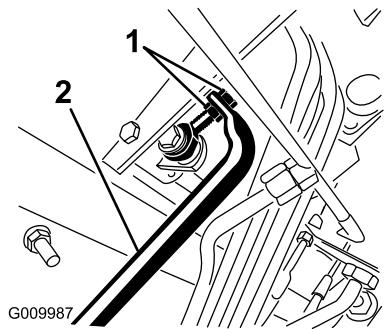

Figure 72
5. Ajustez les écrous de blocage à l'extrémité de la tige de la pompe pour avancer le tube de commande et éliminer le déplacement en marche avant, ou pour reculer le tube et éliminer le déplacement en marche arrière (Figure 72).